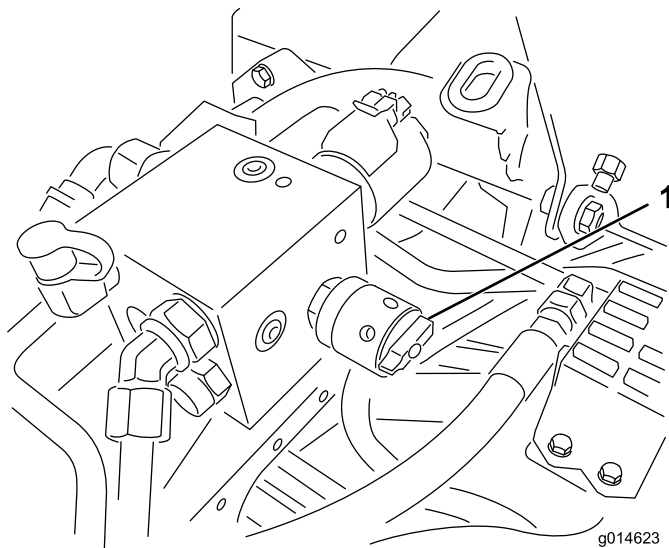

图49
4. 要调节滚刀的速度，请旋转旋钮（图49），直至指示器箭头与在步骤 3 中确定的数字对齐。